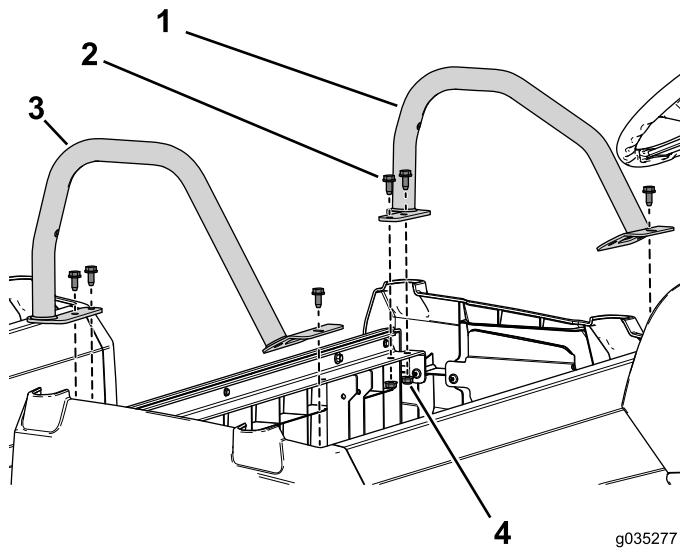

図 97
7. 座席ベースに、左右の腰部ガードを固定するフランジボルト3/16 x 3/4 インチ6本とフランジナットを使う図 97。